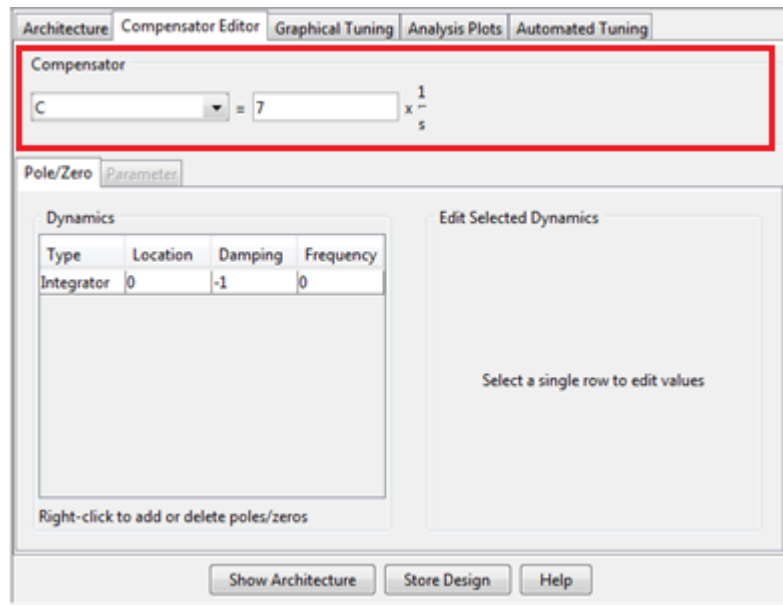

Figura 54. Insertar valores en recuadro Compensator editor.
- Inserte en el recuadro *Compensator* de color rojo de la figura 54, uno a uno los posibles valores probando hasta encontrar uno que proporcione la ganancia adecuada para los requerimientos de diseño. Para el motor ejemplarizado en esta guía se insertaron uno a uno los valores (3, 4, 5, 7) encontrando que el valor adecuado es 7 observe los resultados en la Figura 55.